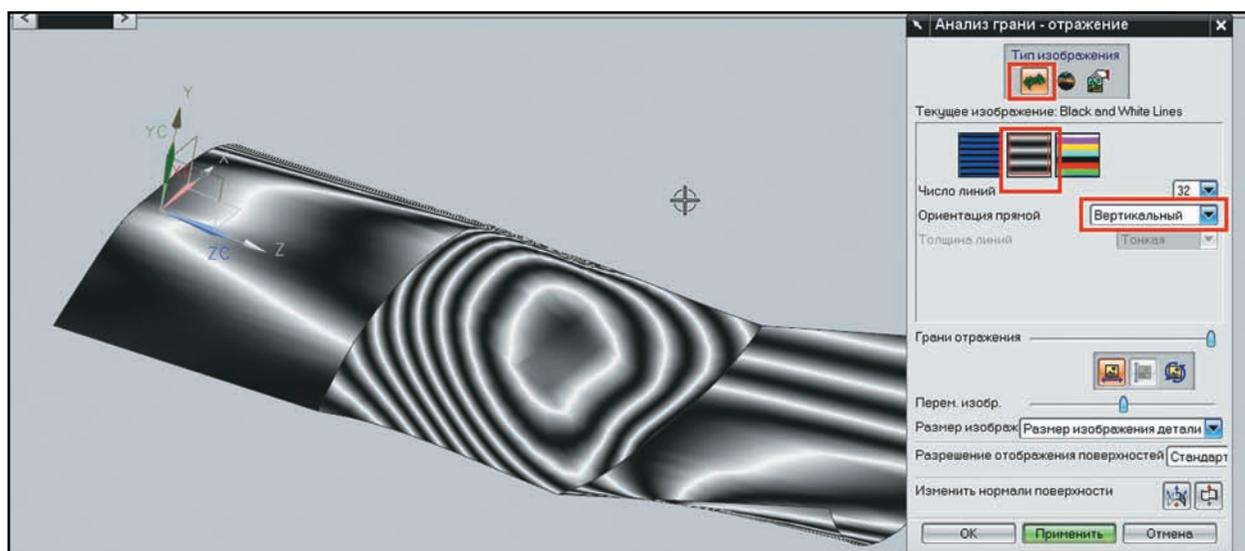

Рисунок 3.12 Анализ стыков с условием касательности
- В появившемся диалоге выберите **Тип изображения – Прямой (Image type - Line images)** и включите режим **Черно-белых линий (Black and White Lines)**. В выпадающем списке **Ориентация прямой (Line Orientation)** выберите значение **Вертикальный (Vertical)** и нажмите кнопку **Применить (Apply)**. Как видно из полученного анализа поверхности на основе отражённого света, хоть и условие касательности соблюдается, есть нарушения кривизны (рис. 3.12).